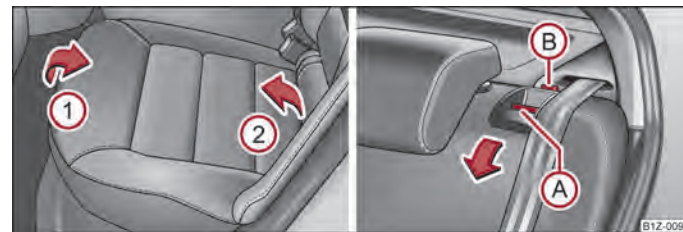

Fig. 47 Rabattre l'assise/déverrouiller le dossier
- Lever l'assise du siège en la tirant dans le sens de la flèche ① et la rabattre vers l'avant dans le sens de la flèche ② ⇒ fig. 47.
- Poussez sur le bouton de déverrouillage ① et rabattez le dossier en avant.
- Vérifiez si la tige rouge ② est masquée ⇒ fig. 47.